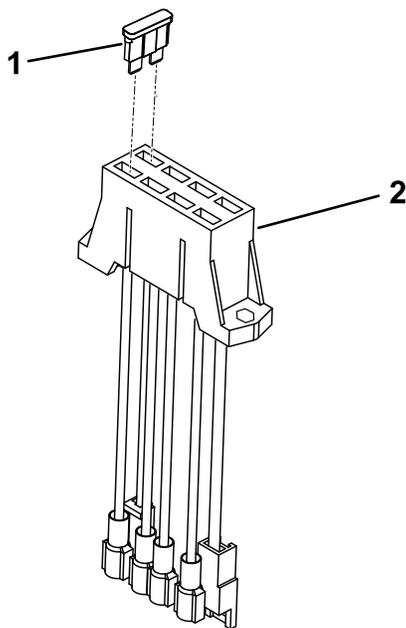

Рисунок 7
4. Вставьте предохранитель на 20 А в гнездо блока предохранителей (Рисунок 7).